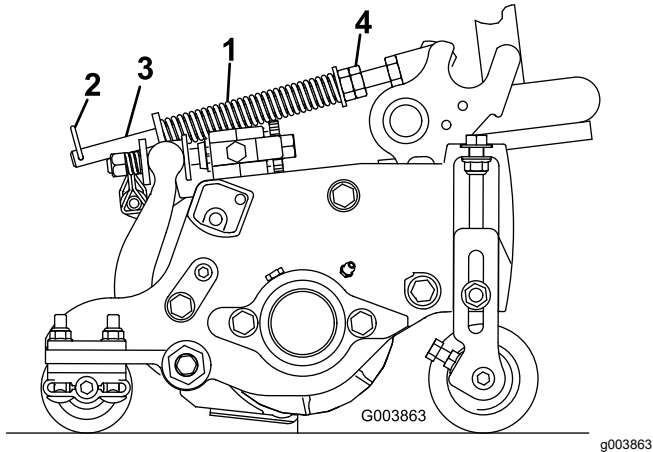

Figura 14
A mola de compensação de relva transfere peso do cilindro dianteiro para o cilindro traseiro (Figura 14). Isto ajuda a reduzir o efeito ondulado na relva, também conhecido como ondulação ou “bobbing”.
1. Certifique-se de que o pino de perno de gancho está instalado no orifício traseiro na haste da mola (Figura 14).
2. Aperte as porcas sextavadas na extremidade dianteira da haste da mola até que o comprimento comprimido da mola seja 12,7 cm nas unidades de corte de 12,7 cm, ou 15,9 cm nas unidades de corte de 17,8 cm (Figura 14).